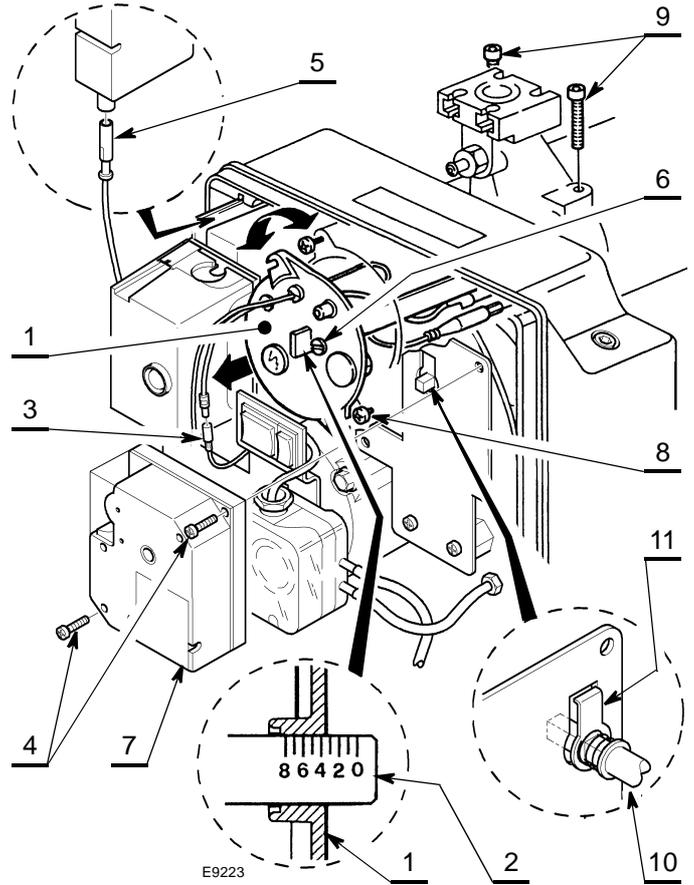

Fig. 11
Se realiza girando en el sentido de las agujas del reloj o en sentido contrario el tornillo de regulación 6)(Fig. 11), hasta que la muesca hecha en la brida de regulación 2) coincida con el plano externo del conjunto cabezal 1).
En la Fig. 11, la brida de regulación del cabezal está regulada en la muesca 3,5.
- asegurarse de que el servomotor 7) (Fig. 11) se encuentre en posición de cierre (**LEVA II = 0**);
El eje de rotación 10)(Fig. 11), controlado por el servomotor 7), posee un mecanismo de seguridad 11) que le impide la rotación accidental durante las operaciones de mantenimiento.
- Desenroscar los tornillos 9)(Fig. 11);